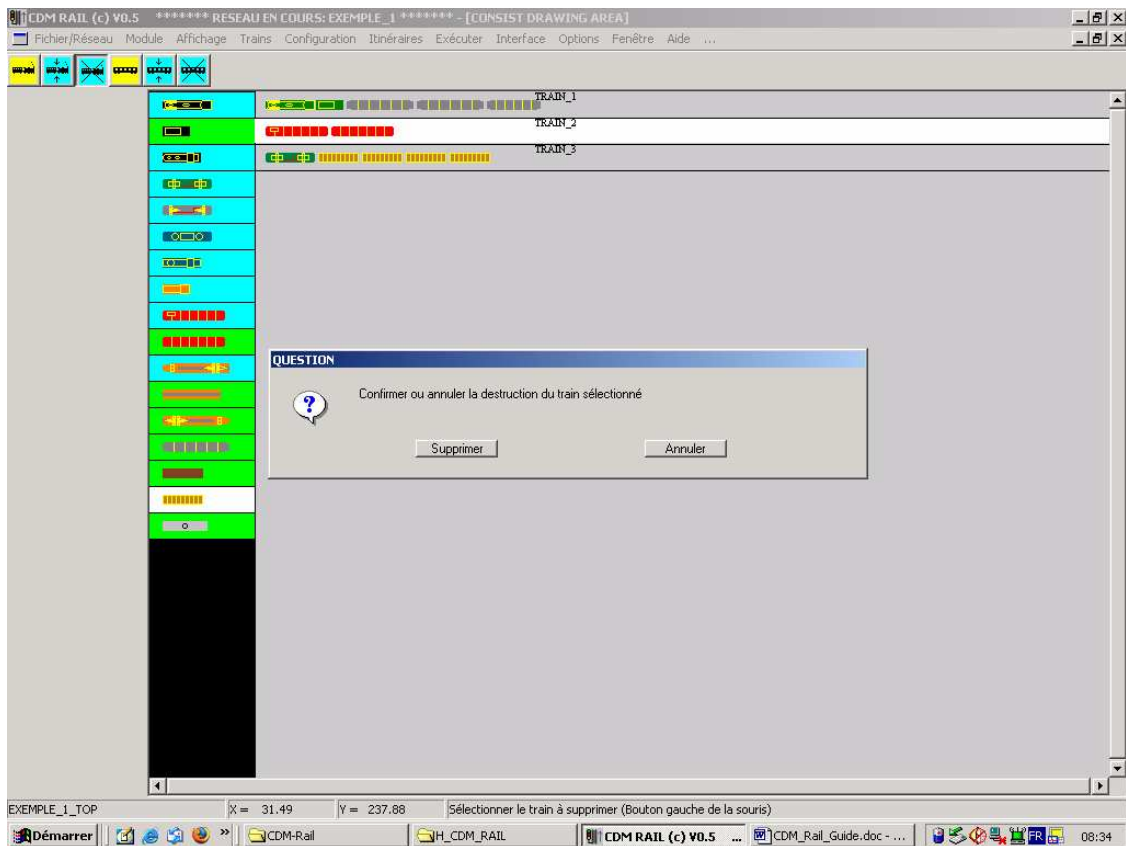

Figure 6-10 Suppression du train TRAIN_2
- **Suppression d'un train** (figure 6-10):
Un fenêtre de dialogue similaire à celle de la figure 6-10 apparaît pour demander confirmation non plus du train complet comme sur la figure 6-10, mais du wagon ou de la loco sélectionnée. Comme pour la suppression d'un train, appuyer sur le bouton "Supprimer" ou le bouton "Annuler" selon que l'on veut confirmer ou abandonner l'opération de suppression.